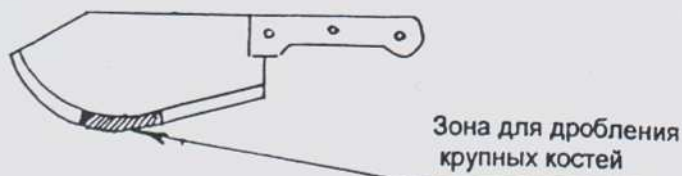

Рис. 4
5.3 При разрубке крупных костей секачами марки Я2-ФИН-22, 23, 24 рекомендуется использовать зону лезвия секачей, указанную на рис. 4.